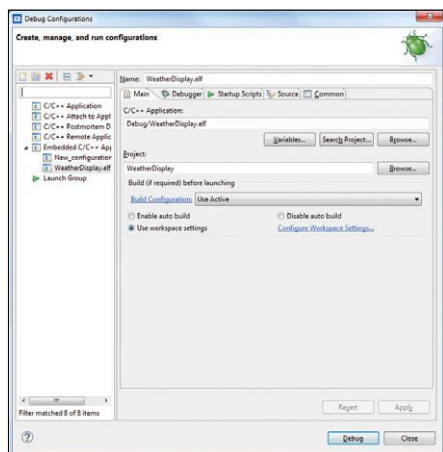
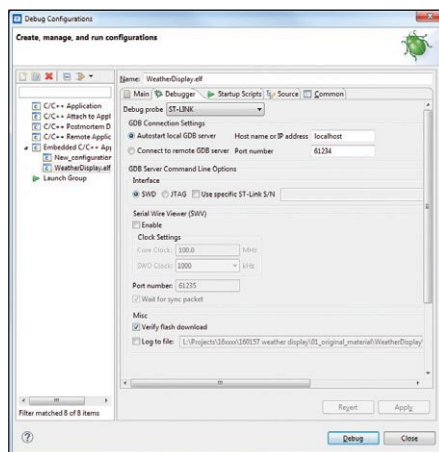
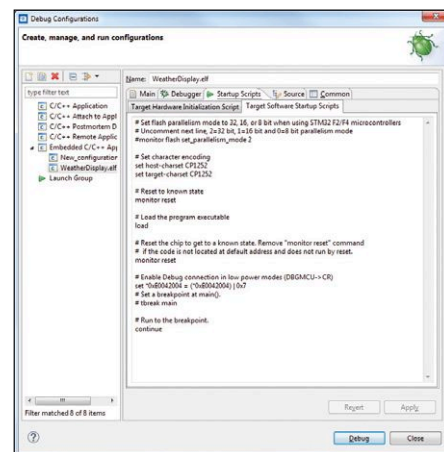

Figure 8. Configuration Nucleo : onglet Main.
Figure 9. Configuration Nucleo : onglet Debugger.
Figure 10. Configuration Nucleo : onglet Startup-Scripts
7. Configuration : allez à **Run > Debug Configurations** et double-cliquez sur **Embedded C/C++ Application**. Puis reprenez les configurations affichées dans l'onglet **Main** (fig. 8), l'onglet **Debugger** (fig. 9) et l'onglet avec les **Startup Scripts** (fig. 10).